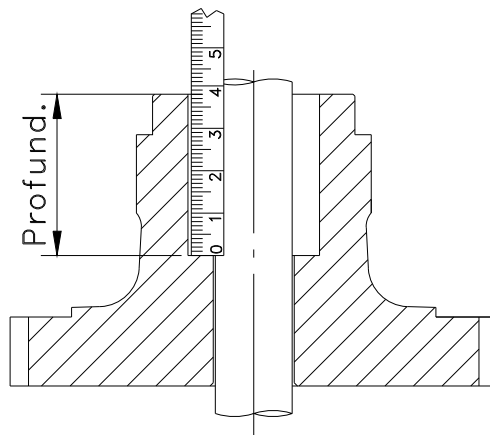

Figura 3 – Profundidade da Câmara de Gaxetas
- 1 - Para determinar o número correto de anéis para preenchimento da câmara de gaxetas, meça sua profundidade (vide figura 3);